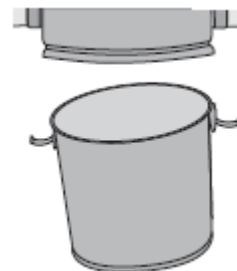

Рисунок 27
1. Очистка пылесборника: отсоедините оборудование от источника питания. Откройте два зажима и снимите пылесборник (**рисунок 27**), после чего освободите его от пыли, высыпав пыль в подготовленную емкость.